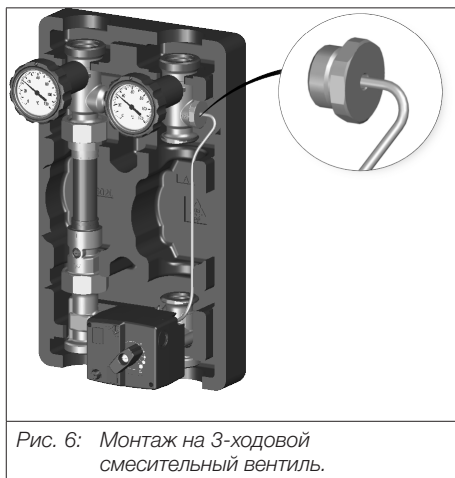

Рис. 6: Монтаж на 3-ходовой смесительный вентиль.
7. Вставить температурный датчик в штуцер для датчика на станции (см. пример рисРис. 6 на стр. 46).